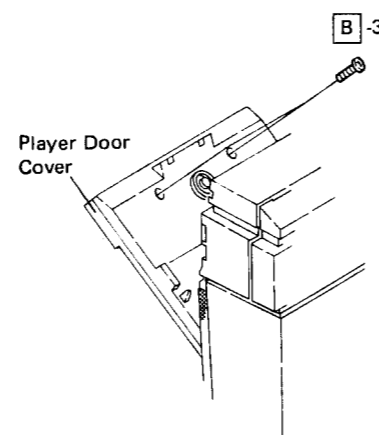

Figure 7-2
3. Remove two screws at the player door cover, and take the cover off. See Fig. 7-2.
3. Die beiden Befestigungsschrauben an der Plattenspieler-Klappenabdeckung entfernen und die Abdeckung abnehmen. Siehe Abbildung 7-2.
3. Enlever les deux vis du couvercle de la porte du tourne-disques, et retirer le couvercle. Voir la Fig. 7-2.